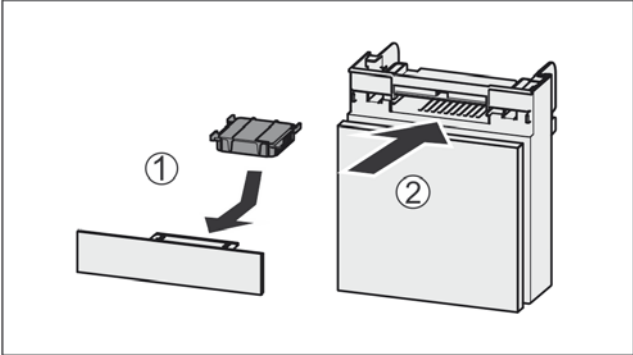

Fig. 156
- ▶ Установите фильтр с активированным углем, как показано на рисунке Fig. 156 (1).
Если фильтр с активированным углем показывает вниз:- ▶ Вставьте отделение Fig. 156 (2).